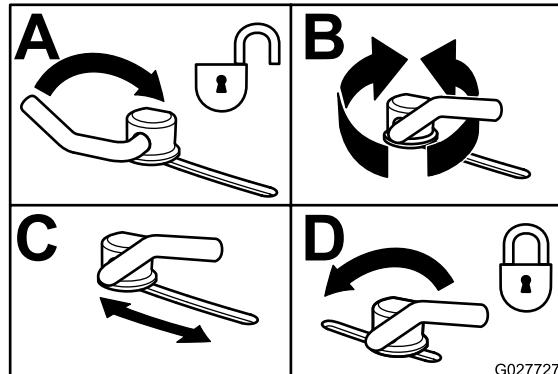

Figura 23
- Para ajustar os bloqueios do excêntrico, rode a alavanca para cima para libertar o bloqueio do excêntrico (Figura 23).
- Rode novamente a alavanca para apertar o abafador e os bloqueios do excêntrico (Figura 23).